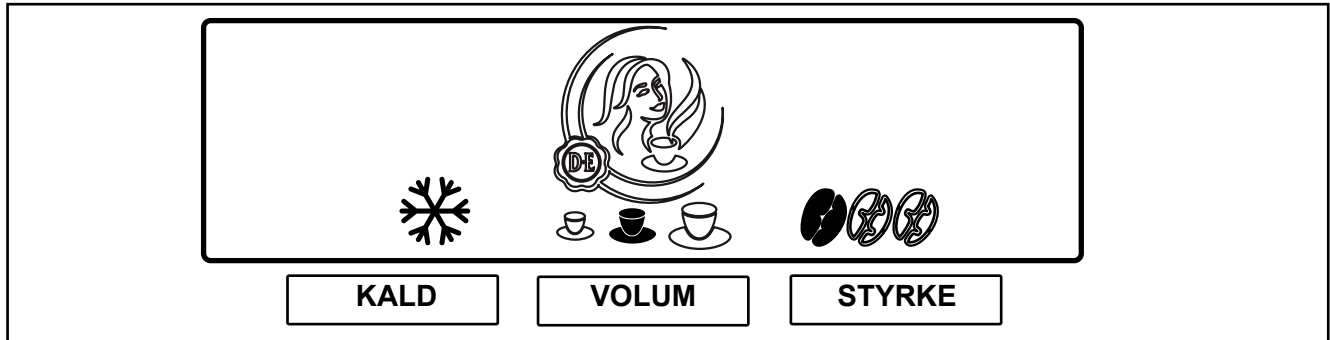

Fig. 15
Automaten har forvalgsvarianter. Servicemontøren kan ha aktivert disse forvalgene under installasjonen. Når forvalgsknappen blir trykket, vises disse forvalgsvariantene på displayet (fig. 15):
2. Trykk forvalgsknappen «KALD» for å aktivere dette forvalget. Ikonet for kald blir vist (fig. 15).
2. Trykk forvalgsknappen «VOLUM» for å aktivere forvalget. Tre kopeikoner (liten - middels - stor) blir vist (fig. 15).